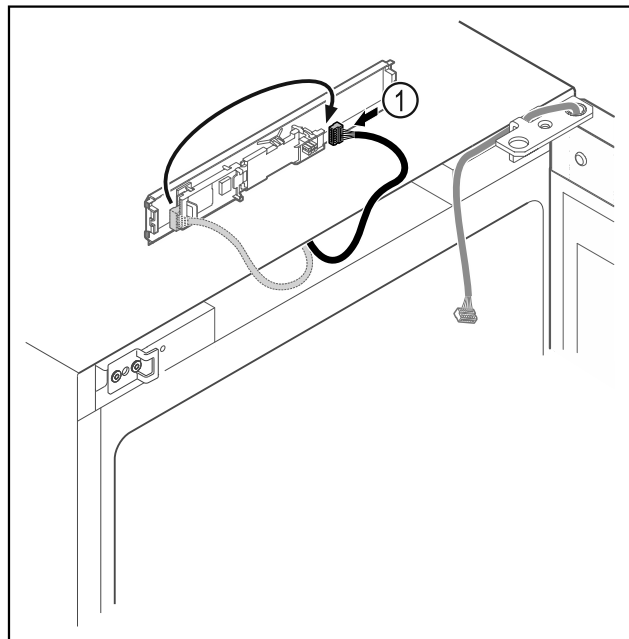

Fig. 17
- ▶ Wtyczkę Fig. 17 (1) należy ponownie podłączyć do płytki drukowanej.